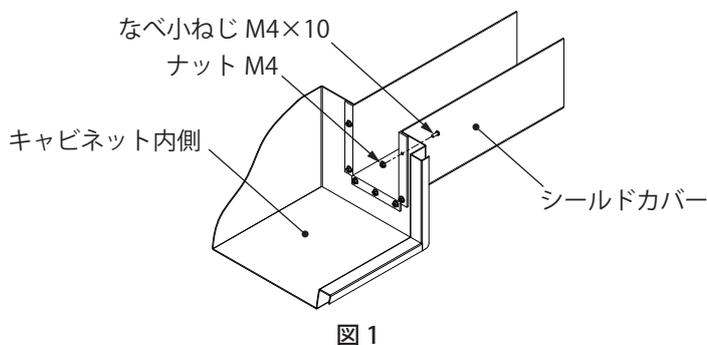

図1
- 付属のなべ小ねじ M4×10、ナット M4(12カ所)を取付けてください。(図1)